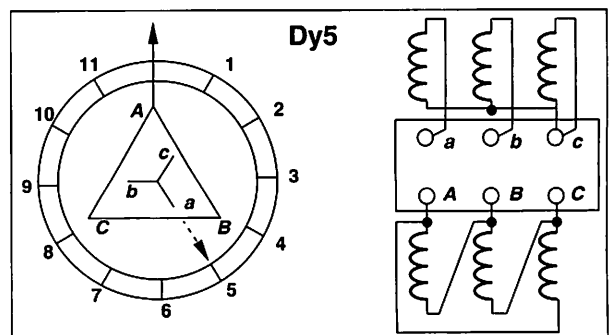

Fig. 18.05 : Exemple de repérage de l'indice horaire.
Cet indice est exprimé par l'heure qu'indique une horloge dont (fig. 18.05) :
Sur la figure 18.05 ci-avant, les enroulements haute tension sont couplés en triangle (D), les enroulements basse tension en étoile (y) :